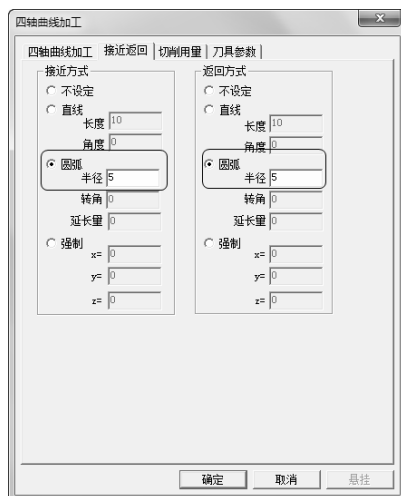

图 4-31 “接近返回”选项卡
2) 单击“接近返回”选项卡，设置“接近方式”和“返回方式”均为“圆弧”，“半径”均设为 5，具体如图 4-31 所示。